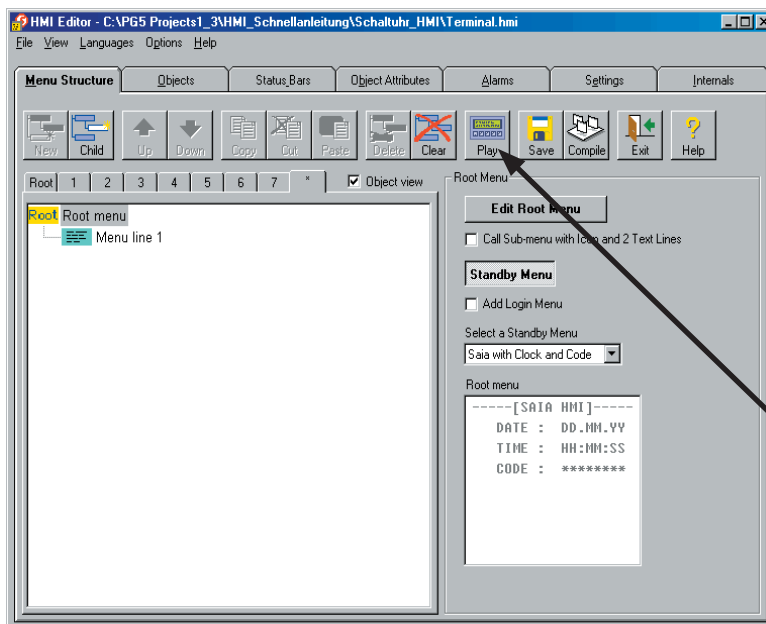

Bild 8
3. Sie eröffnen in der CPU "Schaltuhr_HMI" eine neue Datei namens „Terminal“ vom Typ ".HMI" (Bild7) und befinden sich anschließend im HMI-Editor (Bild8).
Ob Sie das richtige Gerät ausgewählt haben, können Sie überprüfen, in dem Sie kurz auf [Menu Structure] umschalten und den Knopf <Play> drücken (Bild8).